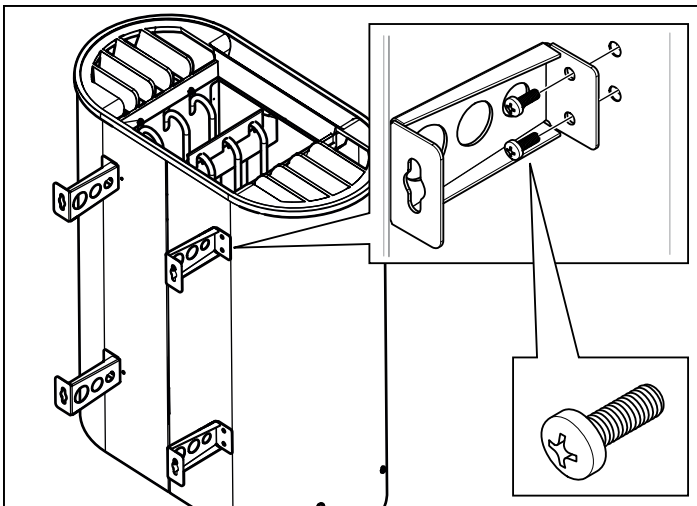

Abb. 7: Montage der Halterungen am Ofen
5. Montage der Halterungen am Ofen, siehe Abb. 7, Seite 11.